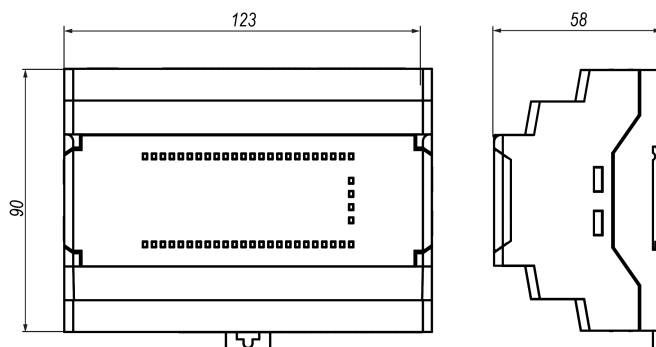

Рисунок 5.1 – Габаритные размеры прибора
1. Подготовить на DIN-рейке место для установки прибора в соответствии с размерами прибора (см. рисунок 5.1).